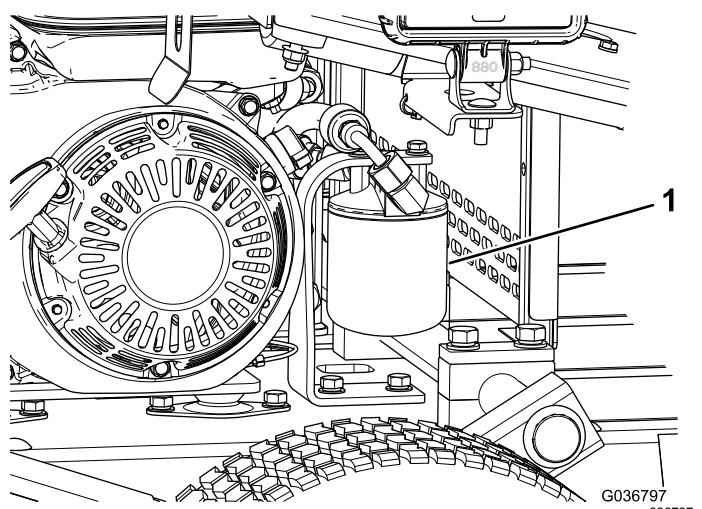

Figura 36
5. Collocate una bacinella di spurgo sotto il filtro e togliete il filtro (Figura 36).